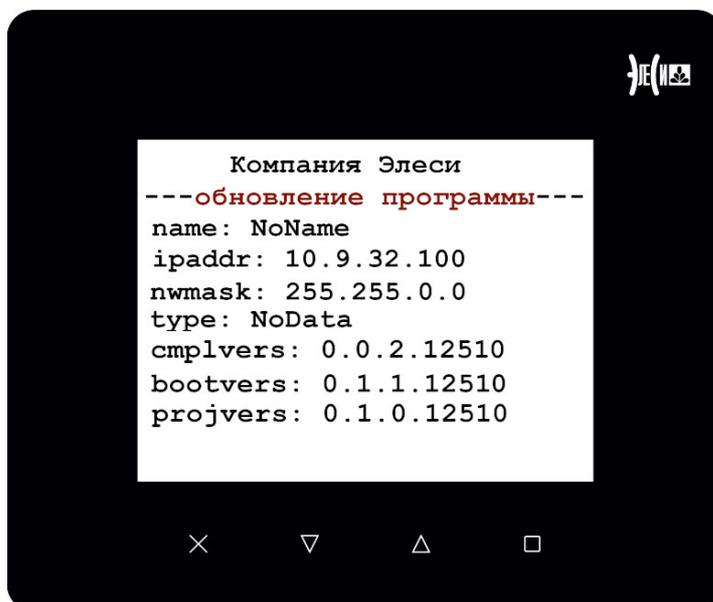

Рисунок 3.1 – Экран панели оператора в режиме поддержки работы по telnet
5. Сбросить по питанию HMI-01. Нажать кнопки 1 и 3 до окончания загрузки системы, при этом модуль должен перейти в режим поддержки работы по telnet (рис. 3.1). В режиме поддержки работы по telnet кнопки панели заблокированы и управляющий контроллер не может выводить пользовательскую информацию.